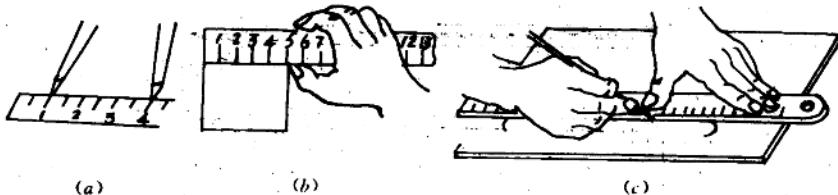

图 2-5 钢皮尺的使用方法
(4) 钢皮尺用来量取尺寸，测量工件，也可代替直尺作直线时的导向工具（见图 2-5）。